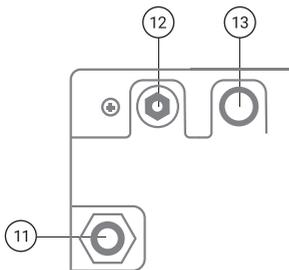
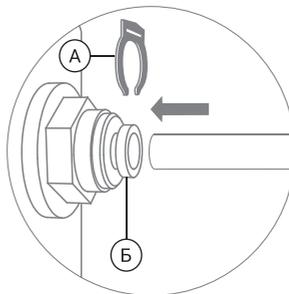

Рис. 2.
Рис. 5
2. Отсоедините стопорную клипсу (А), затем вставьте трубку 3/8" (трубка большего диаметра из комплекта поставки) до упора в фитинг на вход в фильтр (рис. 2, поз. 11), продвигая ее через цанговое кольцо (Б) (рис. 5). Для герметизации соединения приложите дополнительное усилие, при этом трубка утопится еще примерно на 3 мм и будет плотно обжата резиновым кольцом.
4. Аналогичным методом установите трубку 3/8" (трубка большего диаметра из комплекта поставки) в фитинг на выход очищенной воды из фильтра (рис. 2, поз. 13). Обратный конец трубки подключите к предлагаемой точке водопотребления (смеситель, водозапорный вентиль, оборудование). Трубку 1/4" (трубку меньшего диаметра из комплекта поставки) установите в фитинг дренажной линии (рис. 2, поз. 12).